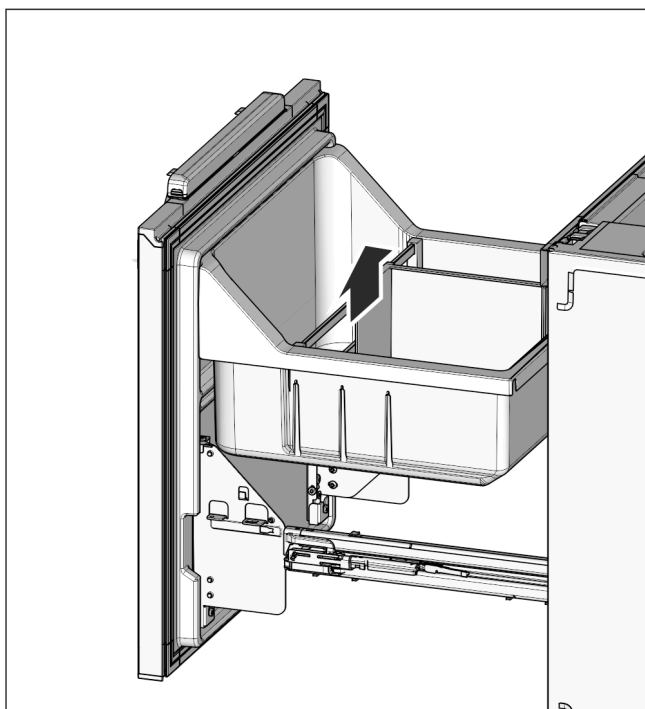

Fig. 25
- Znovu nasadte priestor na fľaše Fig. 25 (32) a vyťahovaciu vaničku Fig. 25 (31).